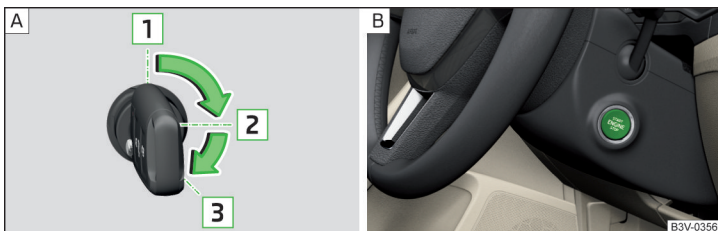

Fig. 150 Pozițiile cheii autovehiculului în butucul de contact / butonul de pornire
Pozițiile cheii autovehiculului în butucul de contact » fig. 150 - [A]
➤ Apăsăți butonul » fig. 150 - [B], contactul se cuplează/decuplează.
➤ La autovehiculele cu **butuc de contact**, rotiți cheia în poziția **3** » fig. 150 la pagina 119 - [A], are loc procedura de pornire. Apoi eliberați cheia, motorul pornește automat.
➤ La autovehiculele cu **buton de pornire**, apăsați scurt butonul » fig. 150 la pagina 119 - [B], motorul pornește automat.
- La autovehiculele cu **butuc de contact**, rotiți cheia în poziția **1** » fig. 150 la pagina 119 - [A].
- La autovehiculele cu **buton de pornire**, apăsați butonul » fig. 150 la pagina 119 - [B], motorul este oprit simultan cu decuplarea contactului.
► Mențineți apăsat butonul » fig. 150 la pagina 119 -  sau apăsați-l de două ori în interval de 1 secundă.